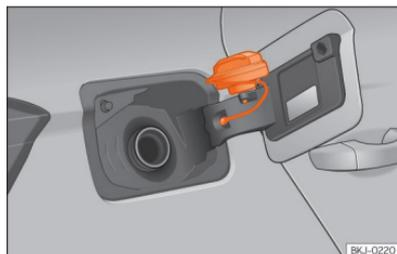

Fig. 157 Tampa do depósito com o tampão encaixado.
• Coloque-a no espaço existente na dobradiça da tampa aberta »» Fig. 157.